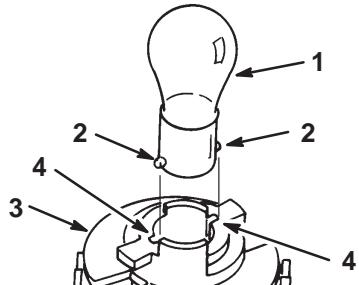

Abbildung 35
4. Die Birne hereindrücken, im Gegenuhrzeigersinn bis zum Anschlag drehen (ca. 1/4 Umdrehung) und aus der Birnenfassung herausnehmen (Abb. 35).
1. Die Glühbirne hat Metallstifte an der Seite ihrer Basis. Die Stifte auf die Schlitzte in der Birnenfassung ausrichten und die Basis in die Fassung einsetzen (Abb. 35). Die Birne hereindrücken und bis zum Anschlag im Uhrzeigersinn drehen.